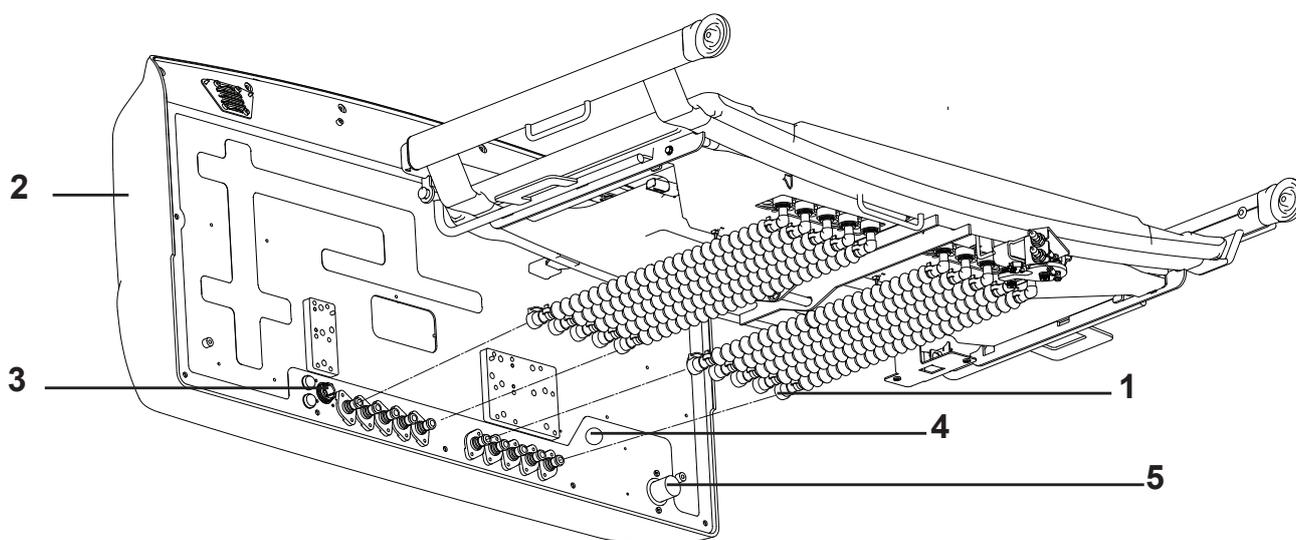

Figura 4: Ligue as mangueiras de ar à unidade de controlo do colchão
14. Ligue as mangueiras de ar (figura 4, item 1) à unidade de controlo do colchão de ar (2); certifique-se de que os O-rings estão nas portas de ligação. As mangueiras de ar ligam-se diretamente do conjunto da válvula de descarga, sobre a trave da extensão dos pés, à unidade de controlo do colchão de ar, por ordem, da esquerda para a direita/da direita para a esquerda. Ouvirá um clique nítido quando os conectores de ar estiverem completamente acoplados.
15. Ligue o cabo de alimentação CA (figura 4, item 3), o cabo de RCP (4) e o cabo de comunicação (5).